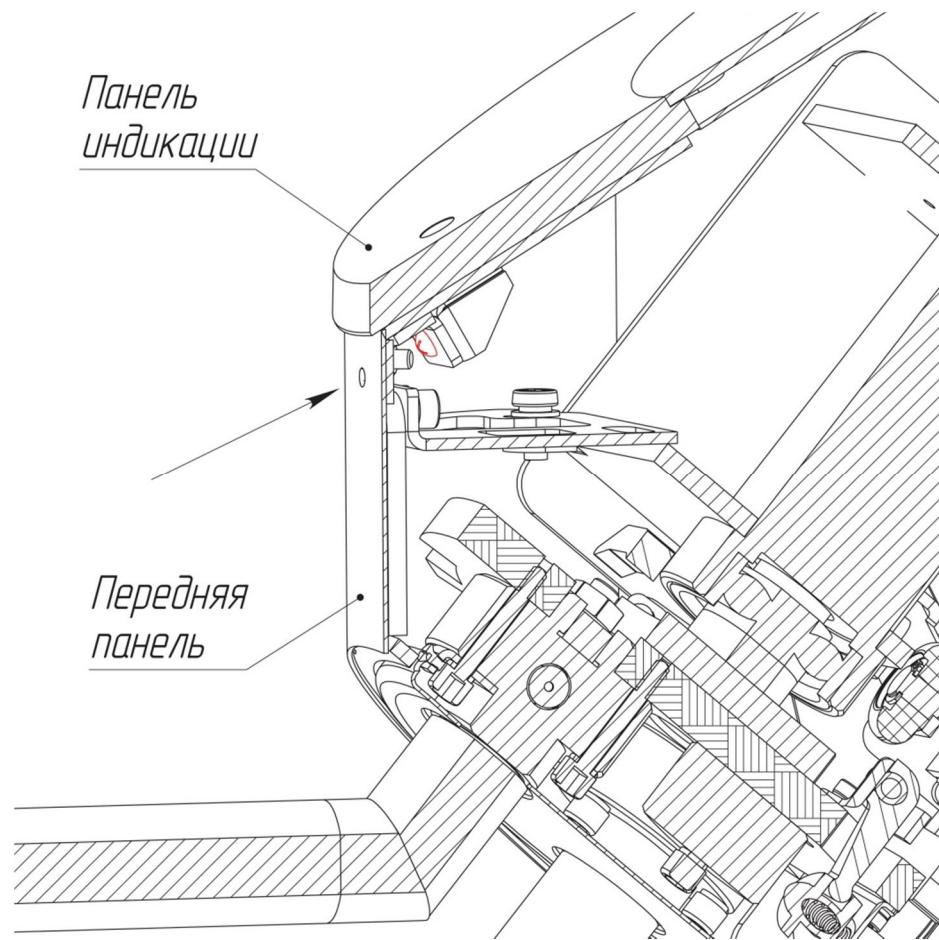

Рис. 3
- выверните винт фиксации панели индикации с помощью крестовой отвертки (Рис. 3);